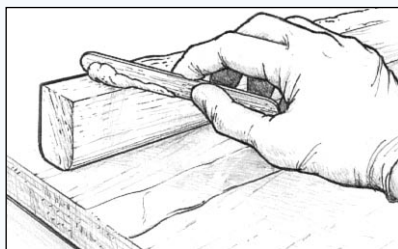

Figura 10 Applicare la resina addensata su una delle superfici di assemblaggio.
2. Modificare la miscela resina/indurente aggiungendo l'appropriato addensante fino a quando la miscela non avrà raggiunto la consistenza sufficiente a riempire i vuoti tra le superfici di contatto e a impedire che nelle giunture rimanga uno strato insufficiente di resina. Applicare uno strato uniforme di resina addensata su **una** delle superfici di assemblaggio, in modo che quando le due superfici vengono unite una piccola quantità di questa miscela fuoriesca (Figura 10).